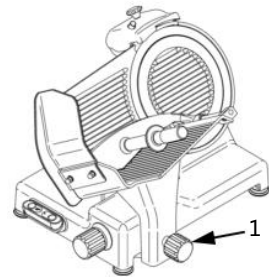

Abb. 18
- überprüfen, ob der Schneidguthalter mittels Schlittenfeststellknopf gut befestigt worden ist (1, Abb. 18);